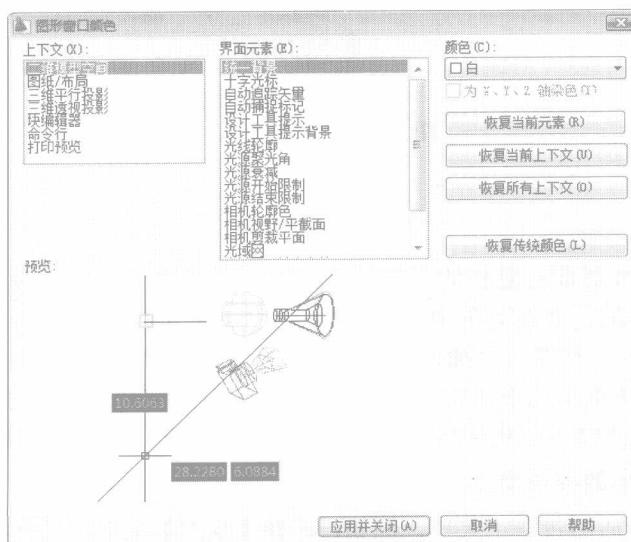

图 1-7 “图形窗口颜色”对话框
(1) 在“选项”对话框的“显示”选项卡中单击“窗口元素”区域中的【颜色】按钮，打开图 1-7 所示的“图形窗口颜色”对话框。